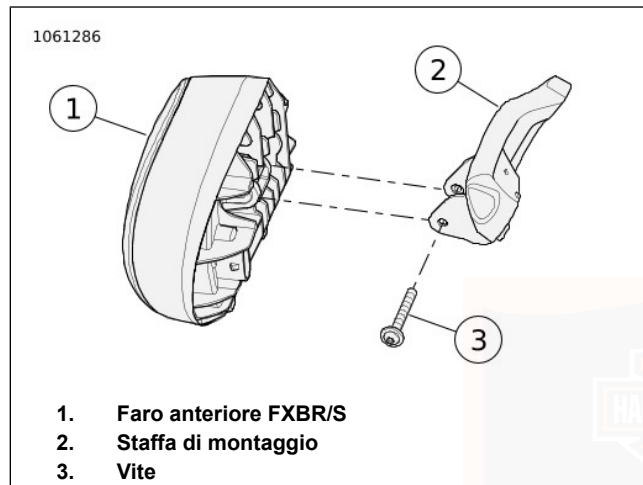
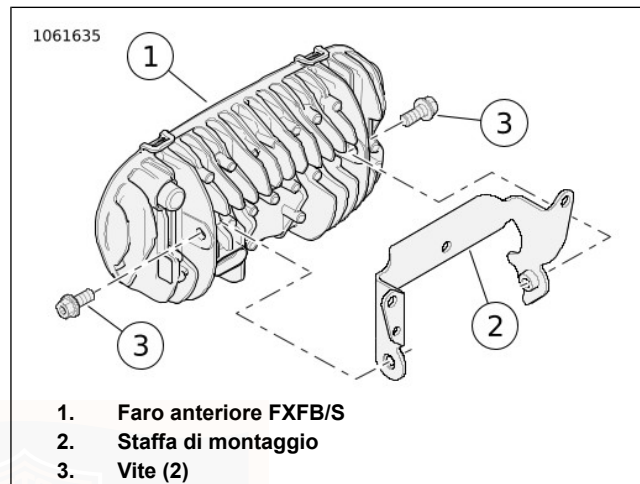

Figura 74. Regolazione del faro anteriore
Figura 75. Regolazione del faro anteriore
1. Vedere Figura 74 e Figura 75. Allentare le viti di registro verticale (3). Regolare il faro anteriore verticalmente fino a quando la luce si centra sulla linea orizzontale.
2. Serrare la vite di registro verticale (3):